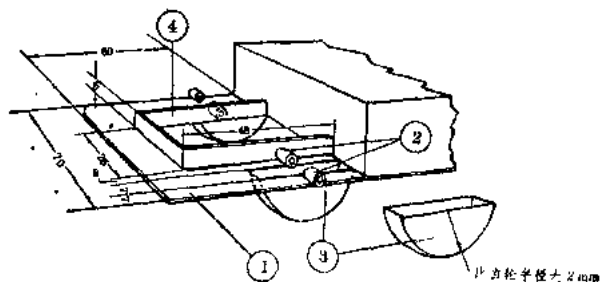

图 8-8
除了上面所说的 3 伏和 9 伏电池盒以外,车体剩下的部分就是安装电动机的底板和保护齿轮的半圆形小盒了。图 8-8 就是它们的结构图。安装电动机的底板①是用薄铁皮做成的,上面焊着四个支承齿轮用的轴承②。轴承是用铁皮或铜皮卷成的小圆筒,小圆筒的内径稍大于齿轮轴的直径,小圆筒在底板上的位置可按照方格图 8-3 上的尺寸来决定。保护齿轮的半圆形小盒③是由两块半圆形薄铁皮和一条长方形薄